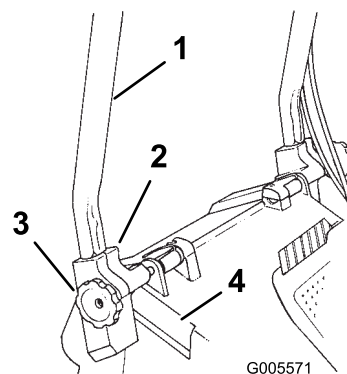

Figure 3
1. Desserrez les boutons sur les supports de montage (Figure 3).
3. Insérez les extrémités du mancheron dans les trous des supports de montage et enfoncez-les jusqu'à la butée (Figure 3).
4. Tournez le mancheron et les supports de montage en arrière jusqu'à ce que les supports soient solidement engagés dans les logements du carter (Figure 3).